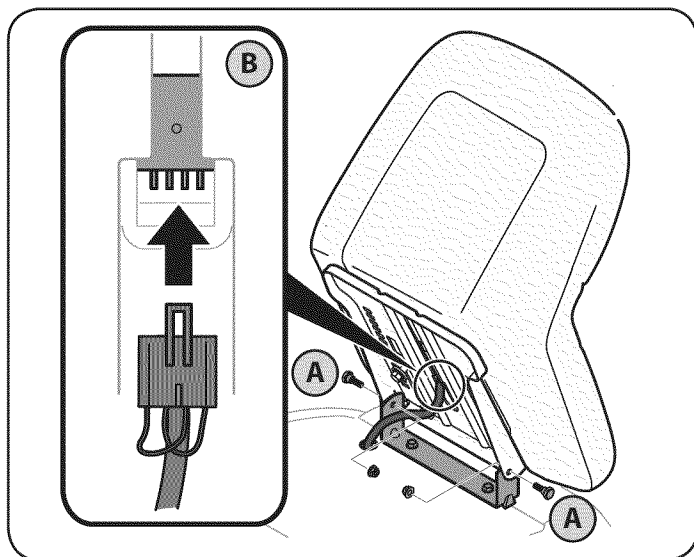

Figure 4
- Alinear los agujeros delanteros del asiento con el soporte de montaje los orificios del soporte de pivote del asiento de su tractor y seguro con que quitó los tornillos hexagonales y tuercas. Vea las A en Figure 4.
- Conecte el mazo de cables en el interruptor de seguridad del asiento en la parte inferior del asiento, como se muestra en B de la Figure 4.